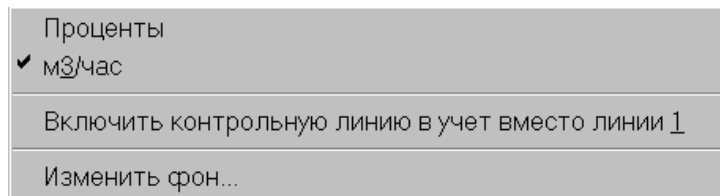

Рис. 4 – Меню настроек экрана «УЧЕТ»
3.2.1.4 Красные стрелки у гистограммы показывают границы поверенного диапазона расхода, синие – границы оптимальных значений расхода. Границы поверенного диапазона появляются автоматически после ввода в учет новой таблицы К-факторов. Границы оптимальных значений вводятся при конфигурации датчиков ТПР. Сверху гистограммы индицируется максимальный (предельный) расход по ТПР – из паспорта ТПР. Значения расхода указываются в м³/час или в % к предельному расходу. Для переключения размерности нужно нажать «мышью» в поле расположения гистограмм. При этом появляется окно (Рис. 4), в котором можно выбрать **Проценты** или **м³/час**.
3.2.2.2 Для ввода контрольной линии в учет вместо какой-либо рабочей необходимо на экране **УЧЕТ** щелчком «мыши» в поле гистограммы вызвать окно (Рис. 4) и выбрать **Включить контрольную линию в учет вместо** Операция будет разрешена только для линии, подключенной по технологии последовательно с контрольной (определяется программой по состоянию задвижек на линии).